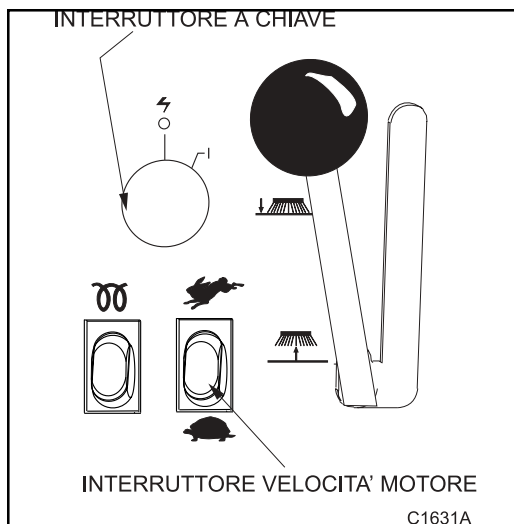

Figura 3
**INTERRUTTORE A CHIAVE** (Vedi figura 3)
(Vedi figura 3)